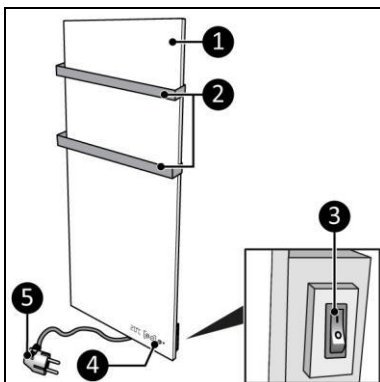
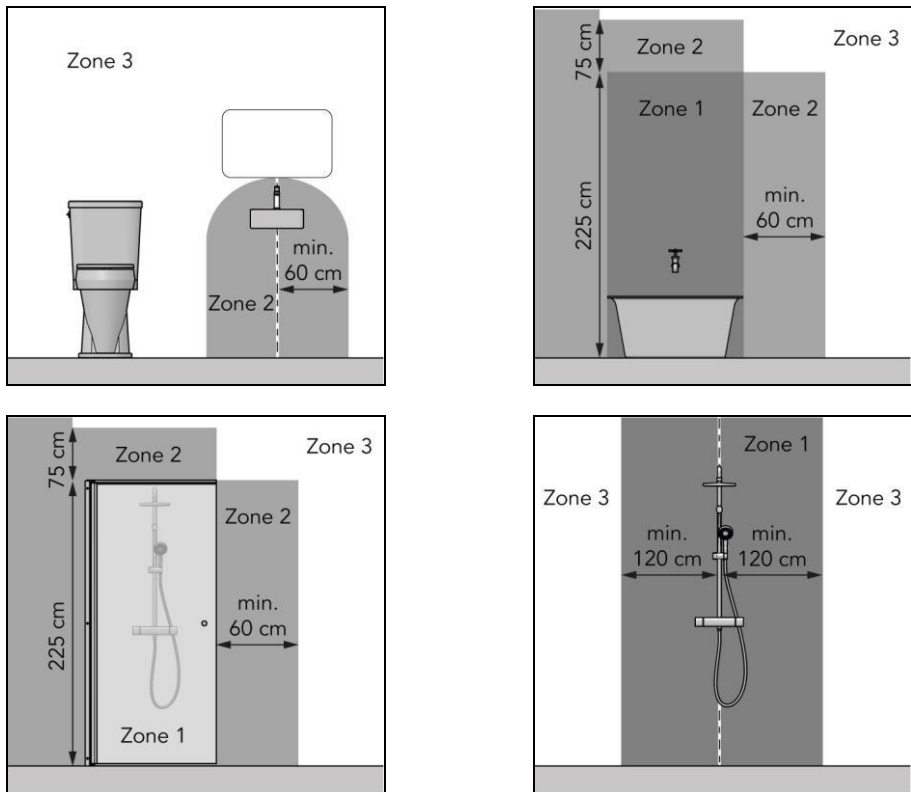

Figure 5
Figure 7
Le Sani Wi-Fi (figure 5) est un chauffage électrique de salle de bain facile à utiliser dans la zone 3 de la salle de bain (figure 7). Le Sani Wi-Fi peut être utilisé avec l'appli Eurom Smart.
- dans la zone 3 d'un cabinet de toilette ou d'une salle de bain avec baignoire, douche avec écran et douche sans écran (figure 7) ;